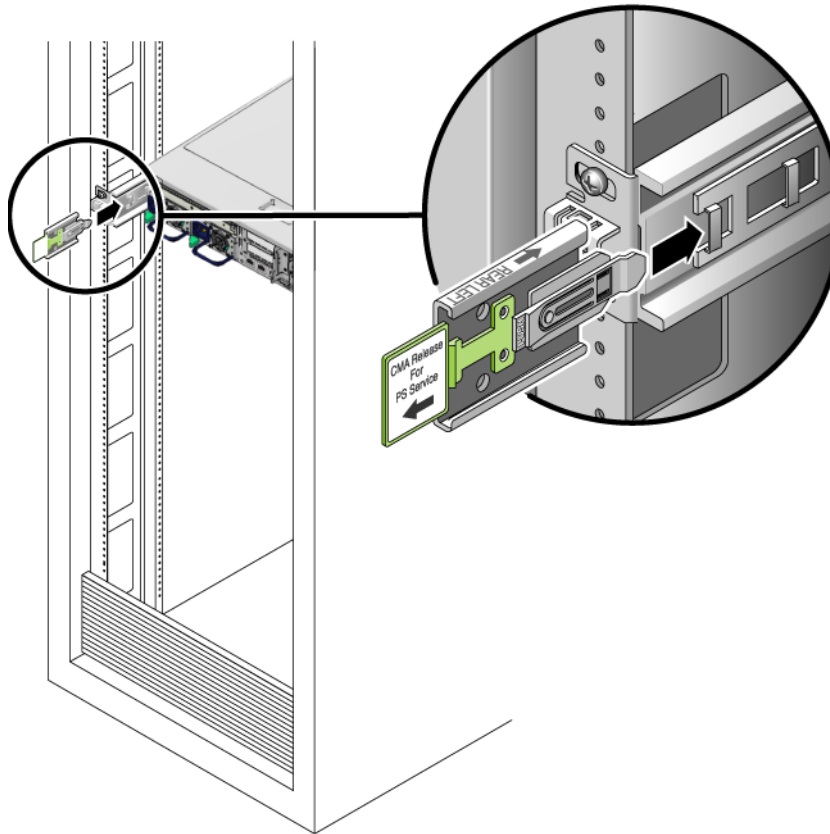

図 2-8 左のスライドレールの背面側への CMA レール拡張部品の挿入
1. ラックの背面で、CMA レール拡張部品を左のスライドレール構成部品の端に差し込みます (図 2-8)。